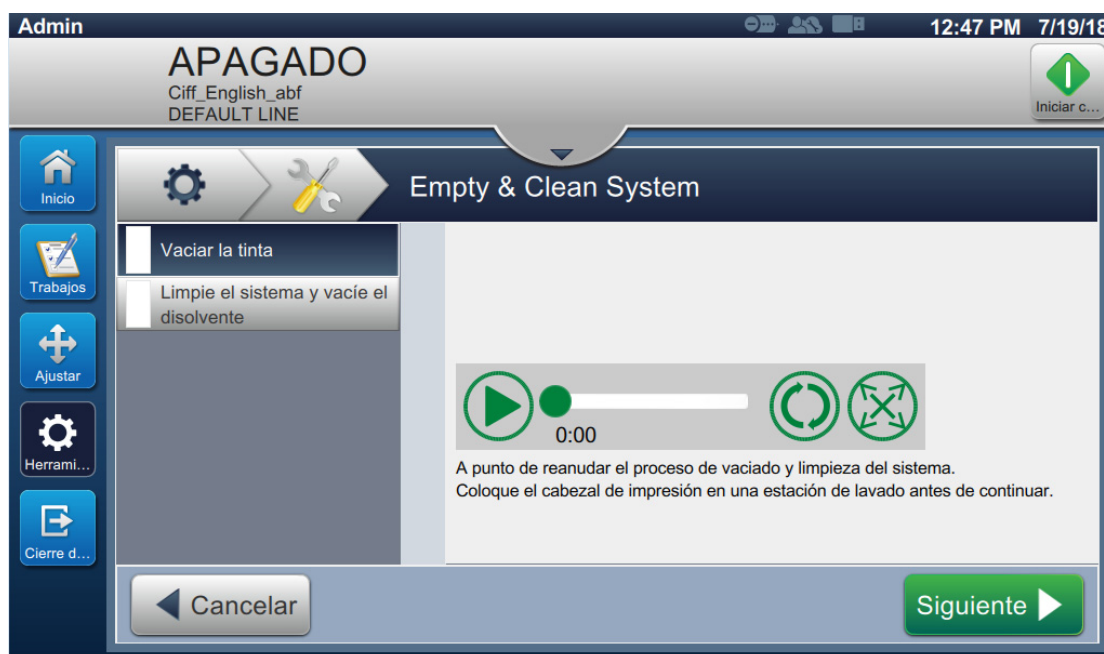

Figura 7-3. Pantalla *Empty & Clean System (Vaciar y limpiar sistema)*
2. Siga las instrucciones o el vídeo y toque el botón *Siguiente*, como se muestra en la Figura 7-3, para continuar.